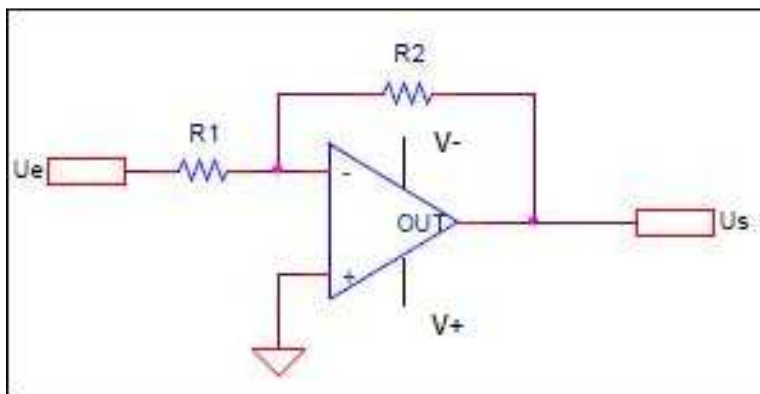

Figure 3: schéma électrique de l'amplificateur inverseur
-le bloc « **amplificateur inverseur** » : il comporte une entrée et une sortie. Son schéma électrique est donné dans la figure 3 de l'annexe.